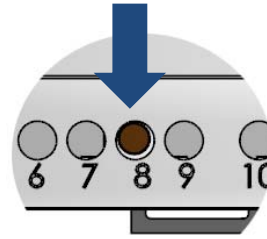

Abb. 8: Geräteneustart (*Reset-Taste*)
- ▶ Drücken Sie kurz mit einem spitzen Gegenstand auf die *Reset-Taste* (Abb. 8). Das Gerät wird neu gestartet.